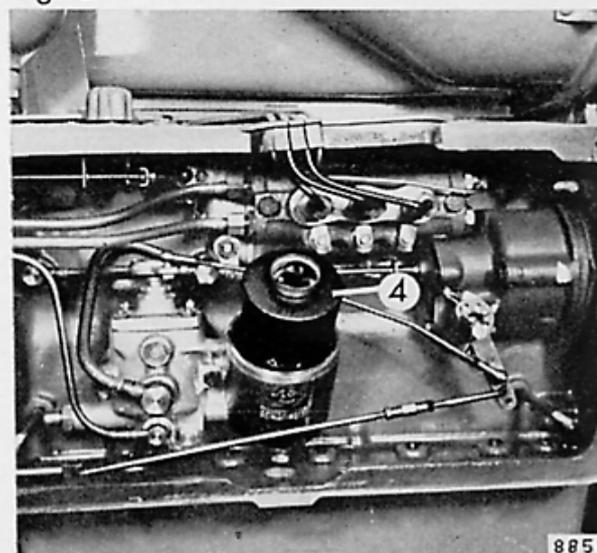

Fig. 38
Extrayez l'élément filtrant (4) – Figure 38 –; après nettoyage du corps de filtre y loger **un nouvel élément filtrant**. Remplacez le couvercle après avoir renouvelé, si nécessaire, le joint (5).